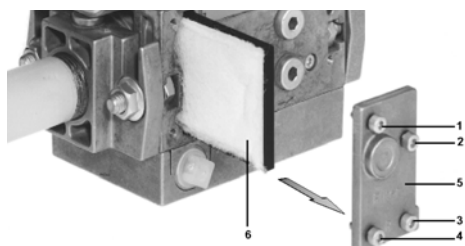

Рис. 33
- 2 Отвинтите винты 1 ÷ 4 шестигранным ключом № 3 и снимите крышку фильтра 5 на Рис. 33.